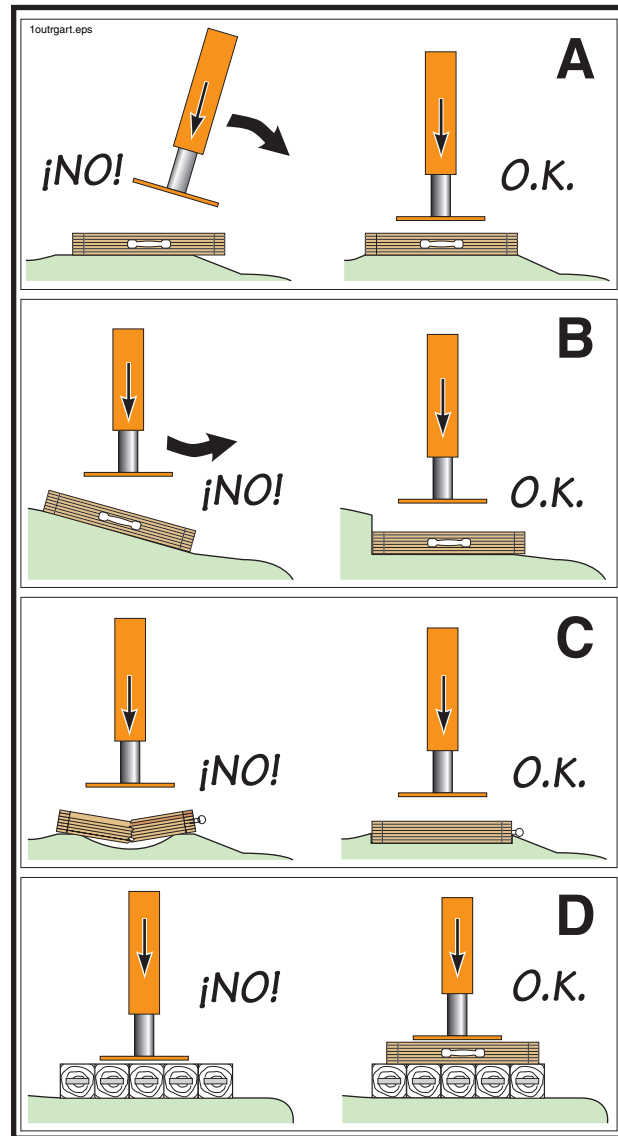

Figura 30
⚠️ ADVERTENCIA ¡Peligro de vuelco! Tenga cuidado cuando coloque los estabilizadores (Figura 30). Nunca los coloque sobre suelo desnivelado u ondulado ni intente tapan un agujero con enrejado. En estos casos, Ud. podría excavar un lugar plano en el suelo (A, B y C). Asegúrese que la pata del estabilizador esté en contacto con todo el enrejado. Coloque el enrejado en la dirección opuesta, si fuera necesario (D).